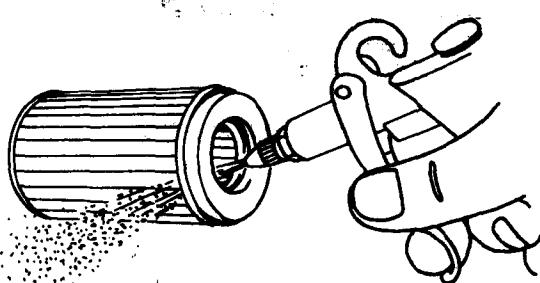

图 1-7 清洗纸质滤芯
(2) 纸质滤芯的清洗方法。拆下滤清器盖, 取下滤芯。用敲打振动的方法抖出大部分灰尘, 再用毛刷刷去滤芯外表面的灰尘, 用压缩空气从里向外吹去滤芯上的灰尘和异物(图 1-7)。但对滤芯滤纸有破裂现象或滤芯中含有油分过多造成无法清除干净的, 应予以更换。最后用干净抹布将滤清器壳体的内腔擦净, 即可按拆卸相反步骤进行安装。